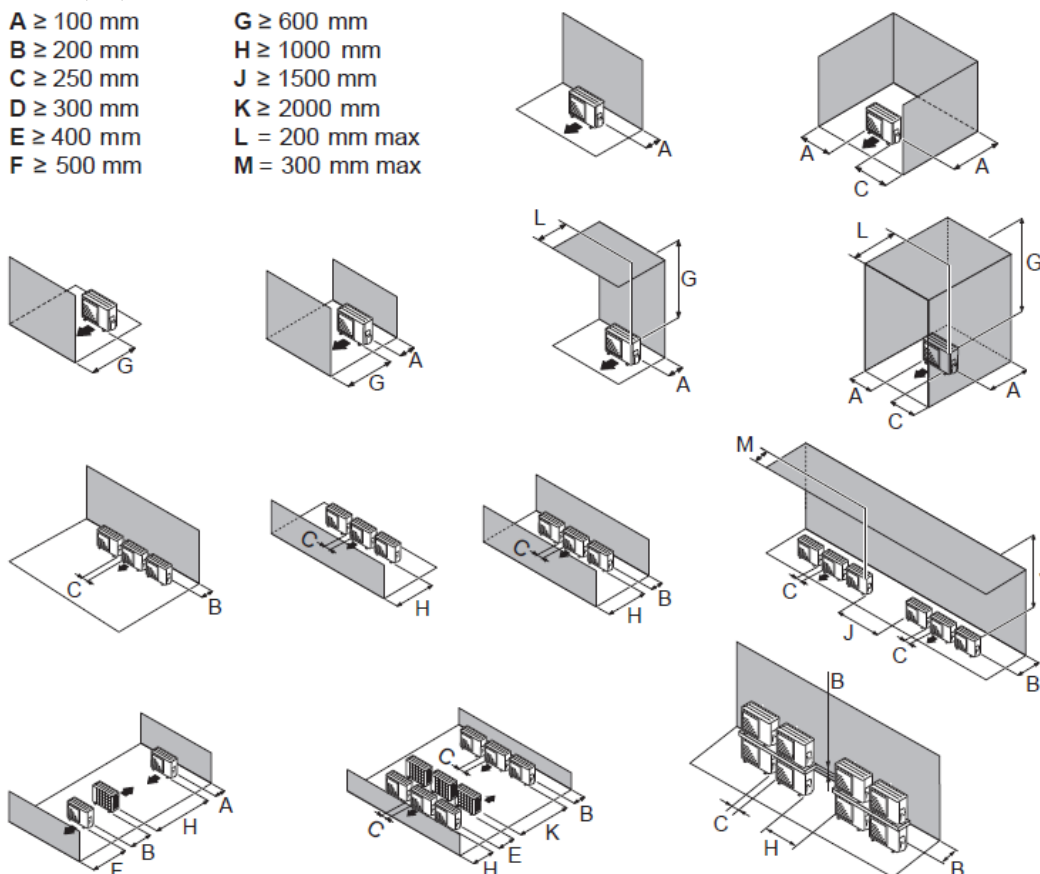
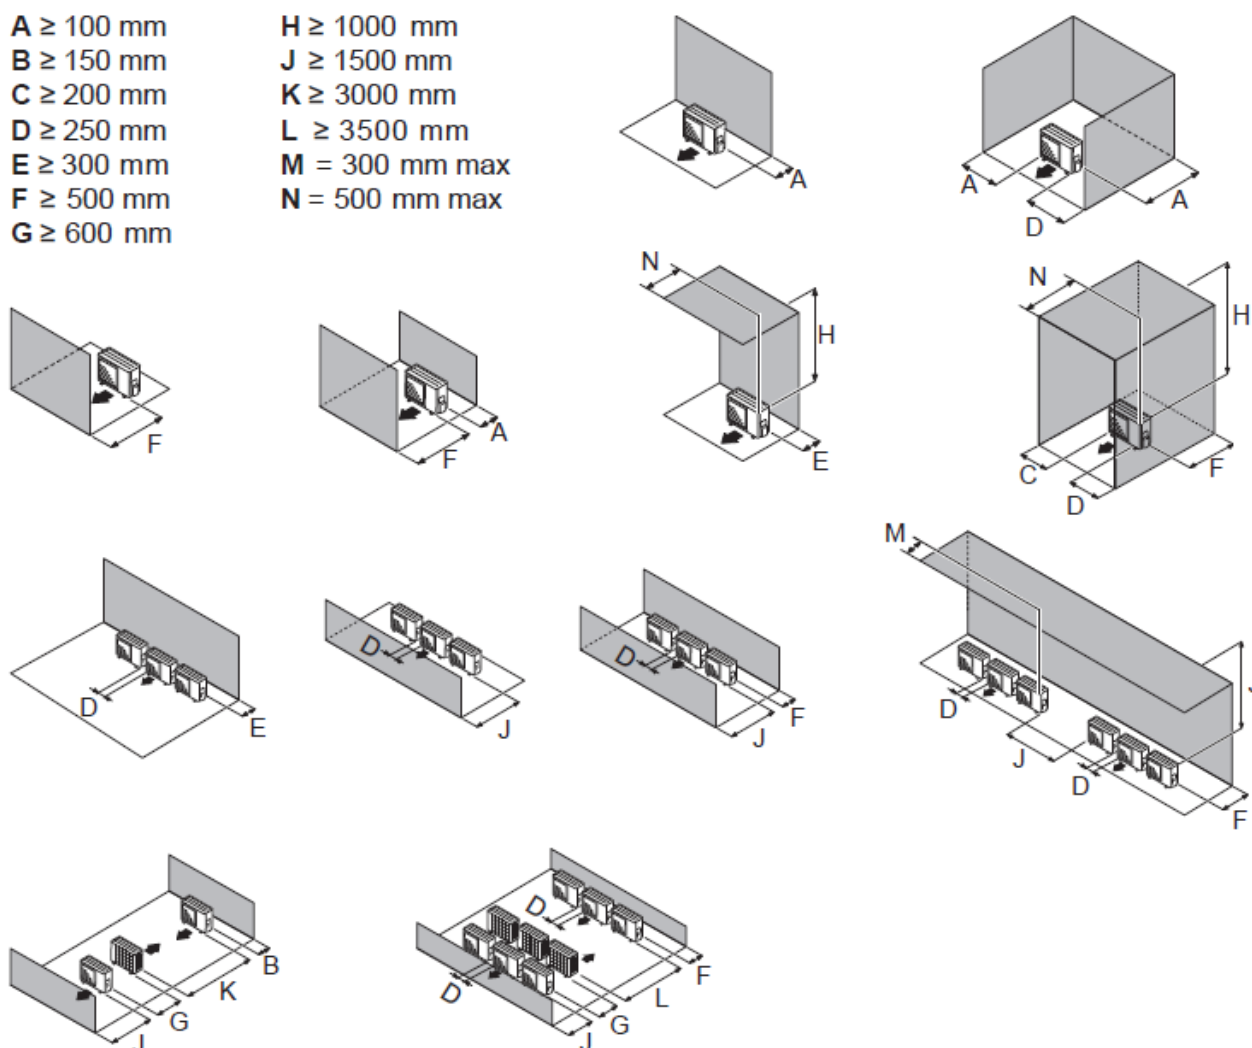

fig. 16 - Distanțe minime de instalare în jurul unității exterioare (modelele 5, 6 și 8)
fig. 17 - Distanțe minime de instalare în jurul unității exterioare (modelul 10)
- Unitatea trebuie sa fie usor accesibila pentru viitoarele lucrari de instalare si intretinere (fig. 16 si fig. 17).
- Trebuie sa aveti grija sa va asigurati ca nu exista niciun obstacol in calea aerului care circula prin unitatea exterioara (fig. 16 si fig. 17).